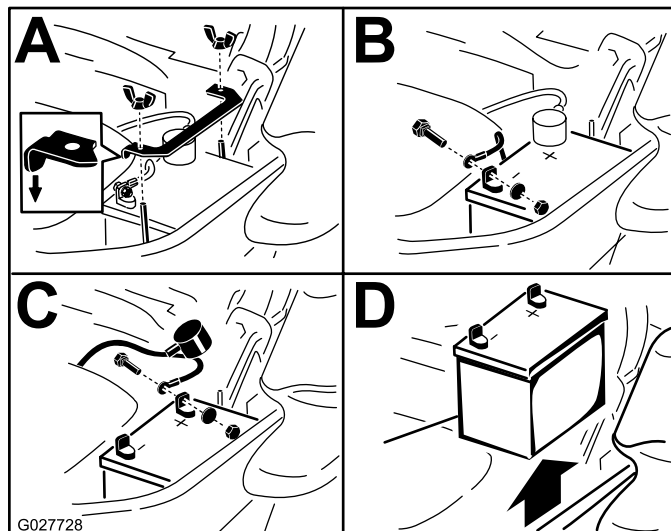

図 51
3. まず、黒いケーブルをバッテリーの端子から取り外す 図 51。
4. 次にプラス端子についている赤い保護カバーをずらして、赤いプラスケーブルを露出させる 図 51。
5. バッテリークランプを固定している蝶ナットを外す 図 51。
6. クランプを外す 図 51。
1. バッテリーをトレイの上に置く端子が油圧オイルタンクと反対側を向くように置く 図 51。
4. 両方のケーブルをボルトとロックナット2組を使って固定する 図 51。
6. クランプを取り付け、蝶ナットで固定する 図 51。